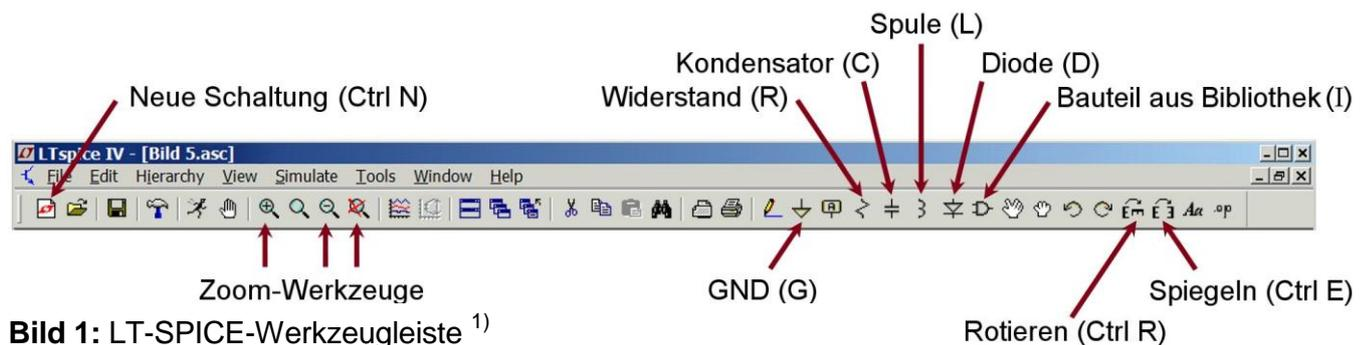

Bild 1: LT-SPICE-Werkzeugleiste ¹⁾
- Öffnen einer „Neuen Schaltung“ durch **Links-Klick** auf die entsprechende Schaltfläche, siehe **Bild 1** oder Shortcut `Ctrl N`.
- Grid-Punkte können durch den Shortcut `Ctrl G` aus- oder eingeschaltet werden. Außerdem stehen „Zoom-Werkzeuge“ zur Verfügung, siehe **Bild 1**.
- **Links-Klick** auf das zu platzierende Bauelement, siehe **Bild 1**. Einfacher ist es, Shortcuts zu verwenden. So erscheinen die Elemente „R“, „C“, „L“ bzw. „D“ einfach durch Tippen der entsprechenden Buchstaben auf der Arbeitsfläche.